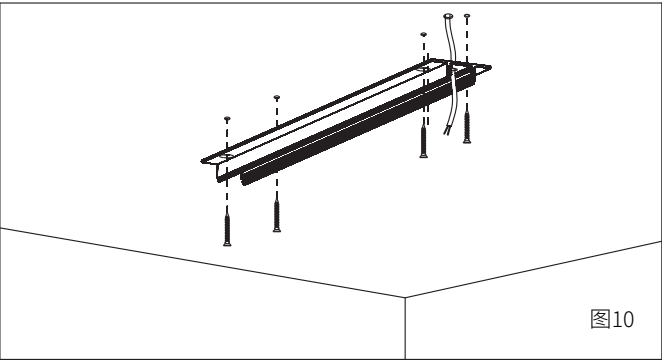

图10
2.将DC24V驱动电源输出线从轨道过线孔中拉出来，灯体固定到天花板上，并检查螺丝的牢固情况，确保灯体牢固的安装在天花板上，如图10所示；